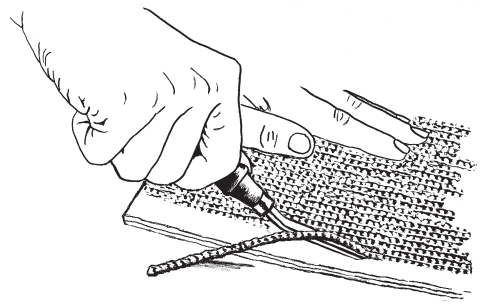

图 5
2. 去除粗糙表面。如果输送带有压印，请针对整个输送带宽度，从待钉扣边缘向后去除 1" 压印。注意：切勿切到输送带主体。选择正确线钩时，请测量去皮后的输送带厚度。（参见图 5）。